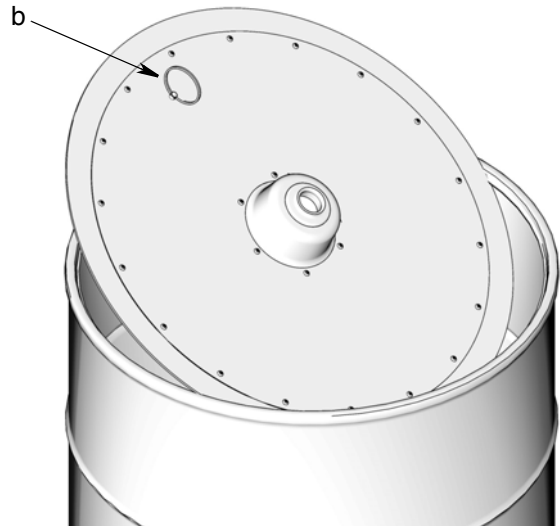

FIG. 6
4. Si cette installation est une installation existante, aller vers le fût et tirer sur l'anneau (b) de la plaque d'appui pour enlever la plaque d'appui (FIG. 6). Poser la plaque d'appui sur du papier propre, du carton propre ou un chiffon d'atelier propre. **NE PAS LES POSER SUR LE SOL DE L'ATELIER.**